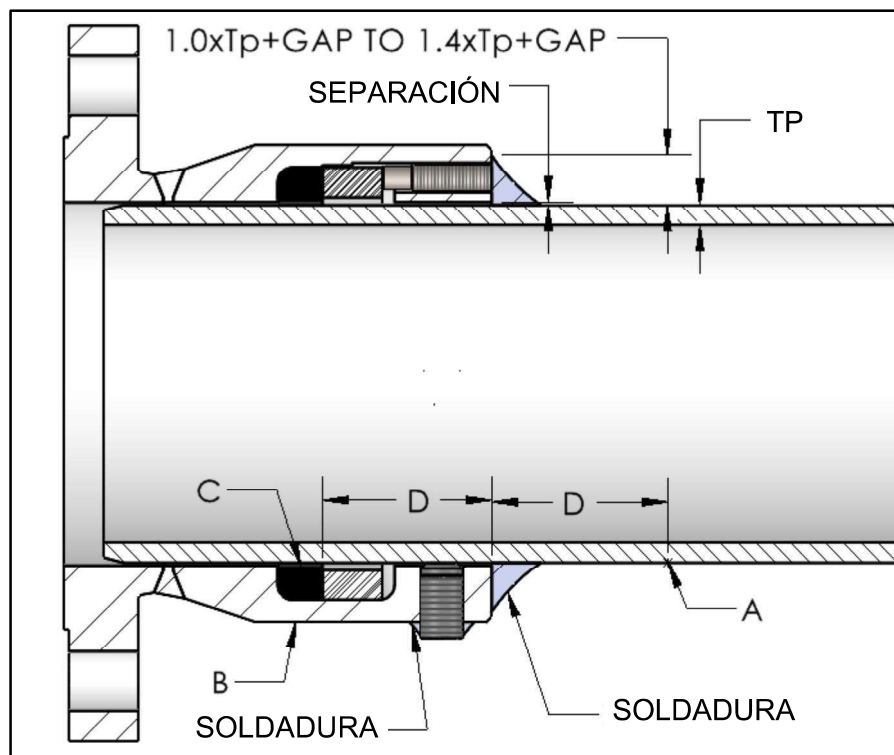

Figura 7
La dimensión "D", medida durante la instalación inicial, deberá utilizarse para marcar las ubicaciones "A" y "B", como se muestra en la Figura 7. Estas ubicaciones están a la misma distancia de la soldadura que la ubicación del sello "C". Para prevenir daños a los sellos, monitoree el calor generado por la soldadura o el precalentamiento, particularmente en las ubicaciones "A" y "B", usando crayones de temperatura o termómetros de sonda. Si el calor generado se acerca al límite de temperatura del material de sellado, el cual se indica en la etiqueta, la soldadura debe interrumpirse o seguirse en otra parte del accesorio para que el área afectada tenga oportunidad de enfriarse.
2. Agregue una soldadura de filete al extremo de la brida "PLIDCO Flange" alrededor de la circunferencia del tubo y selle con soldadura los extremos de los tornillos de empuje cortados. La altura de la soldadura de filete debe estar entre $(1 \times T_p) + \text{separación}$ y $(1.4 \times T_p) + \text{separación}$ donde "Tp" es el espesor del tubo y "separación" es la apertura de la raíz o la distancia desde el diámetro exterior del tubo hasta el diámetro interno de la "Weld+Ends" (consulte la Figura 7).